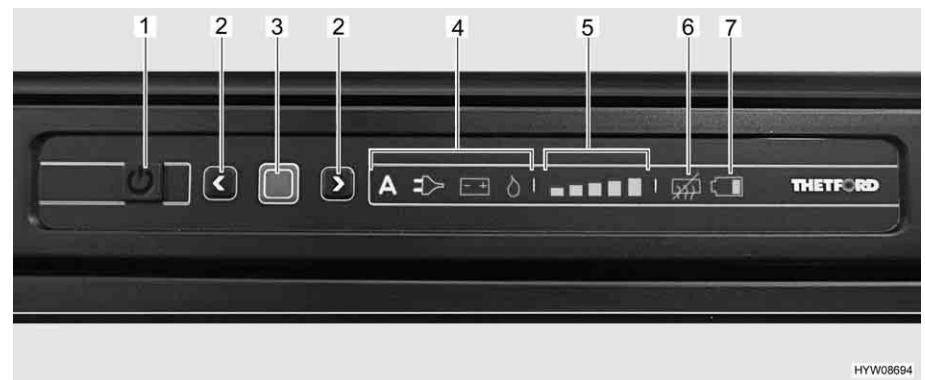

Fig. 168 Elementi di comando del frigorifero
Dopo l'accensione, il frigorifero seleziona automaticamente la regolazione del termostato impostata per ultima. Questa impostazione può essere modificata manualmente con i tasti freccia (Fig. 168,2). Le barre luminose dell'indicatore del livello di refrigerazione (Fig. 168,5) visualizzano la temperatura selezionata sul termostato.
Con i tasti freccia (Fig. 168,2) viene regolata la temperatura di refrigerazione per tutti i tre tipi di energia. Ci vogliono alcune ore prima che il frigorifero raggiunga la temperatura di esercizio impostata. Cambiando la modalità di funzionamento la regolazione del termostato non viene modificata. La temperatura di refrigerazione è indipendente dal tipo di energia utilizzata.
- Premere il tasto On/Off (Fig. 168,1) per 1 secondo. Il tasto si illumina di verde. Gli indicatori si illuminano per 10 secondi, quindi vengono smorzati per risparmiare energia.
- Premere il tasto di conferma (Fig. 168,3). L'impostazione attuale della modalità di funzionamento viene visualizzata.
- Premere il tasto di conferma (Fig. 168,3) per 2 secondi. Il simbolo della modalità di funzionamento (Fig. 168,4) lampeggia.
- Selezionare la modalità di funzionamento desiderata con i tasti freccia (Fig. 168,2).
- Premere il tasto di conferma (Fig. 168,3) per 2 secondi. I simboli della modalità di funzionamento lampeggiano.
- Premere nuovamente il tasto di conferma. L'indicatore del livello di refrigerazione (Fig. 168,5) lampeggia.
- Selezionare la potenza di raffreddamento desiderata con i tasti freccia (Fig. 168,2).
- Premere il tasto On/Off (Fig. 168,1) per circa 2 secondi. Tutte le spie si spengono.
- Premere entrambi i tasti freccia (Fig. 168,2) contemporaneamente per circa 2 secondi. Il simbolo di disattivazione della funzione anti-condensa (Fig. 168,6) si illumina.
- Premere entrambi i tasti freccia (Fig. 168,2) contemporaneamente per circa 2 secondi. Il simbolo di disattivazione della funzione anti-condensa (Fig. 168,6) si spegne.